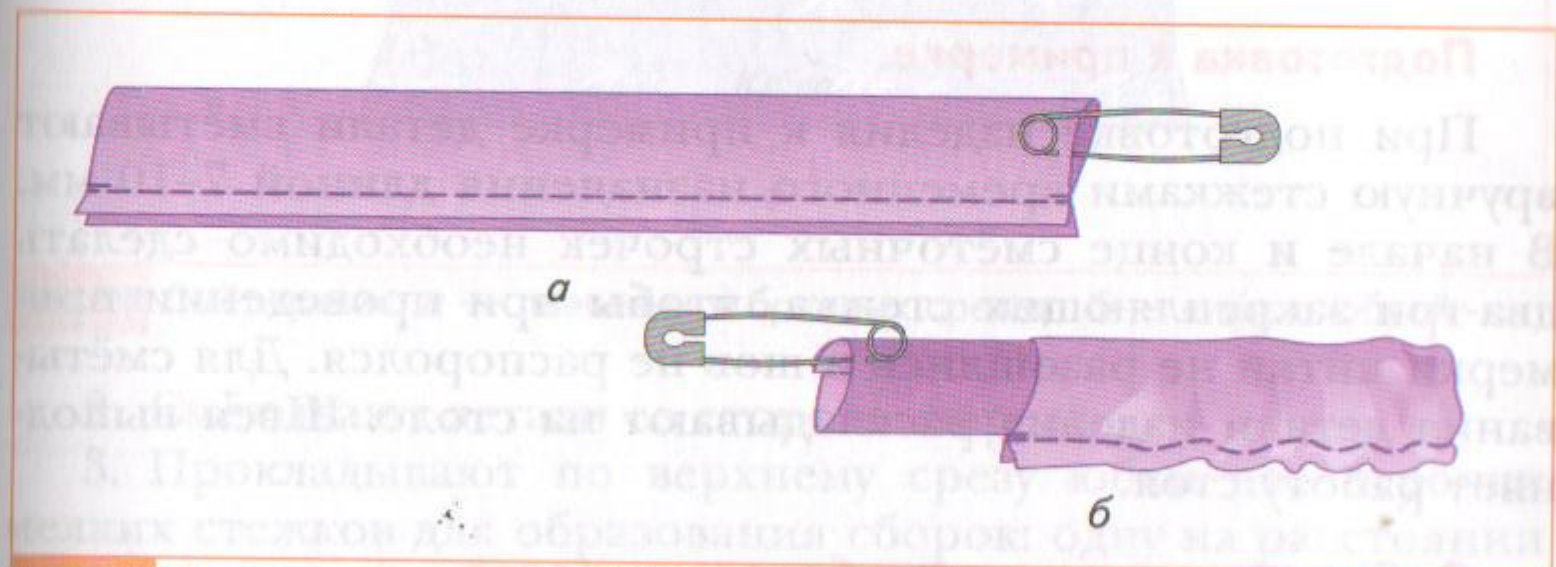

Рис. 97 Изготовление завязки (бретели): а — обтачивание; б — вывёртывание
2. Проложить машинную строчку по линии шва, выполняя закрепки. Срезать припуски шва (рис. 97, а).
3. Вывернуть деталь на лицевую сторону, пользуясь английской булавкой (рис. 97, б). Выправить завязку (бретель).